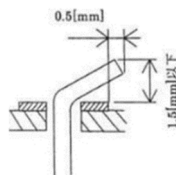

図 10 リード線の折り曲げ
⑤炭素皮膜抵抗器のリード線は、ランドにほぼ密着させて折り曲げ、図 10 との位置関係に示すように切断すること。リード線の曲げ方向は規定しない。